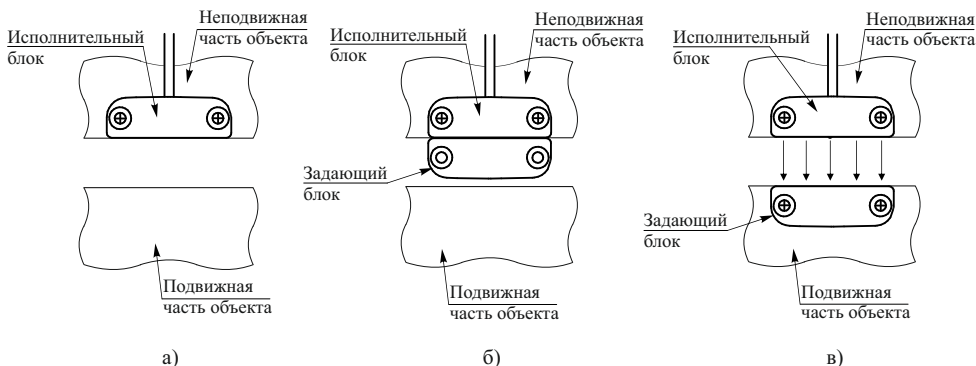

Рисунок 2
- произвести монтаж ИБ на неподвижной части объекта (рисунок 2 а);
- приложить ЗБ вплотную к ИБ так, чтобы оба блока находились в одной плоскости (рисунок 2 б);
- сдвинуть ЗБ и произвести его монтаж на подвижной части объекта (рисунок 2 в). Максимальное отклонение блоков от номинального положения – не более 3 мм;